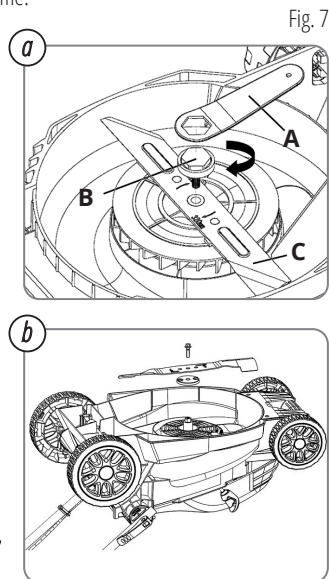

Fig. 7
- Ne retirez en aucun cas la turbine (A) (Fig. 7).